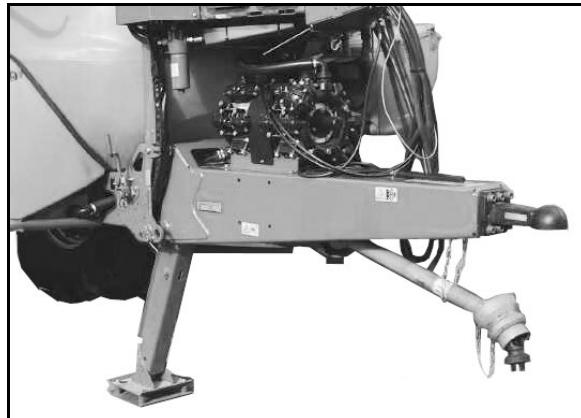

Fig. 39
- **Proțapul cu gură de cuplare (Fig. 39)**